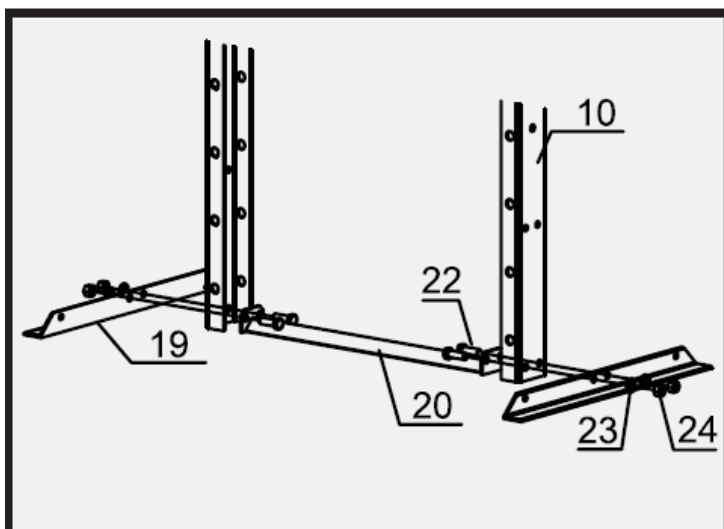

Рис. 2
3. Установите стойки рамы (10) в вертикальное положение. Сдвиньте опорные уголки основания стоек (19) под стойки рамы (10), расположите нижнюю поперечину рамы (20) между ними. Совместите отверстия и вставьте болты (22) в стойки, опорные уголки и нижнюю поперечину рамы, затем вставьте шайбы (23) и закрутите гайки (24). См. рис. 2.